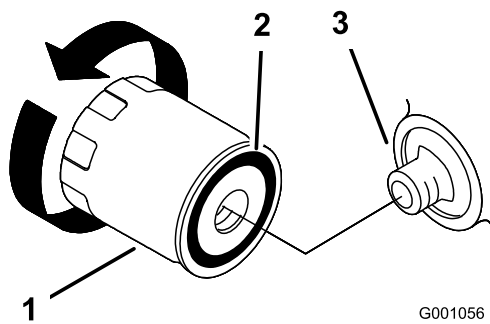

Figura 26
2. Remova o filtro de óleo antigo e limpe a superfície de vedação do adaptador do filtro (Figura 26).
3. Aplique uma fina camada de óleo para sistemas hidráulicos na junta de borracha do filtro de substituição (Figura 26).
4. Instale um filtro de óleo de substituição no adaptador do filtro, rode o filtro de óleo no sentido horário até que o vedante de borracha entre em contacto com o adaptador do filtro, em seguida, aperte o filtro mais 2/3 a 1 volta (Figura 26).